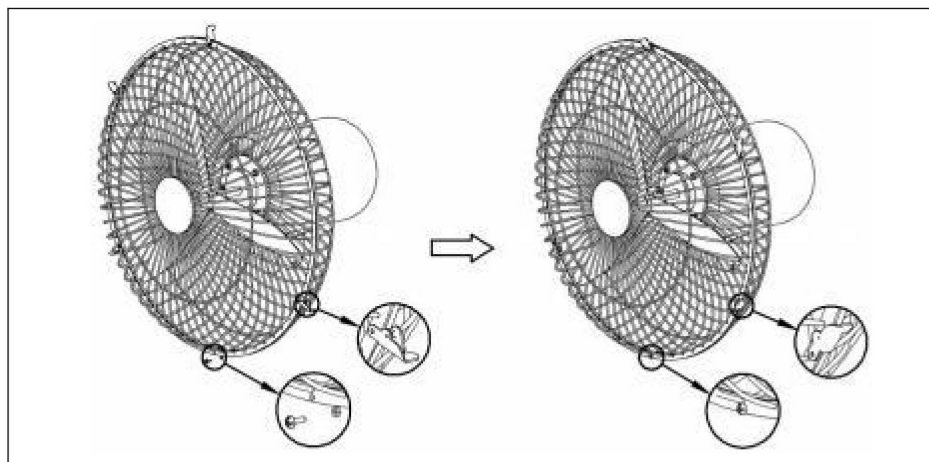

Figure 7.
3). Alignez les trous de vis au bas des grilles avant et arrière, puis fixez les boutons situés en haut du couvercle de la grille avant sur le couvercle de la grille arrière, fixez tous les boutons du couvercle de la grille (2) et verrouillez enfin les vis de sécurité (18).).Voir la (Fig.7.)